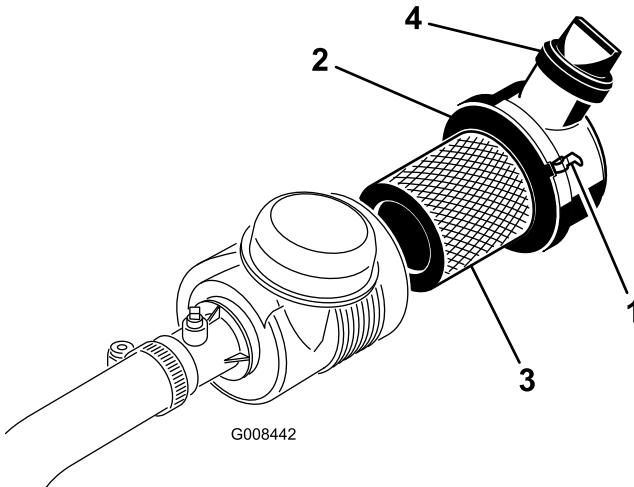

Figura 38
1. Abra los enganches que sujetan la tapa del limpiador de aire a la carcasa del limpiador de aire (Figura 38).
7. Vuelva a colocar la cubierta y apriete los cierres (Figura 38).